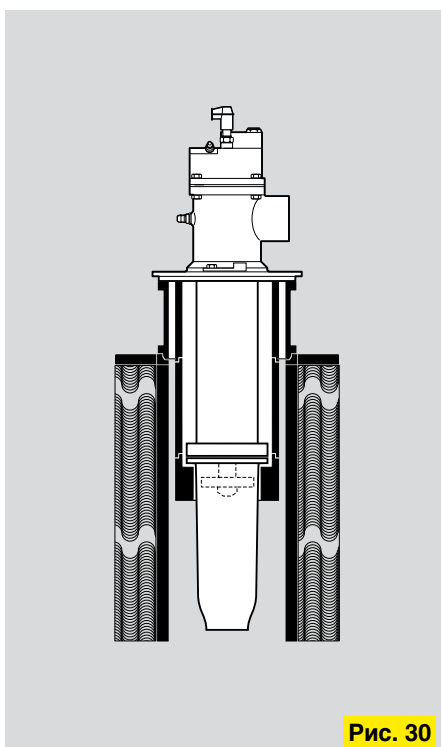

Рис. 30
Modifizierte BIC-Brenner in den Größen 50–100 in Verbindung mit einem Schürlochgehäuse SLG als Schürlochbrenner für die Deckenbefuerung von Tunnelöfen in der Keramikindustrie (Fig. 30). Die Leistungsdaten entsprechen denen der BIC(A)-Brenner.
Modified BIC burners in sizes 50-100 in conjunction with a pot housing SLG as pot burner for roof firing of tunnel kilns in the ceramics industry (Fig. 30). The performance data corresponds to that for the BIC(A) burners.
Имеются модификации горелок типа BIC типоразмеров 50-100 в комплекте с корпусом SLG, используемые в качестве сводовых горелок в туннельных печах керамической промышленности (Рис. 30). Данные по производительности соответствуют горелкам типа BIO(A).